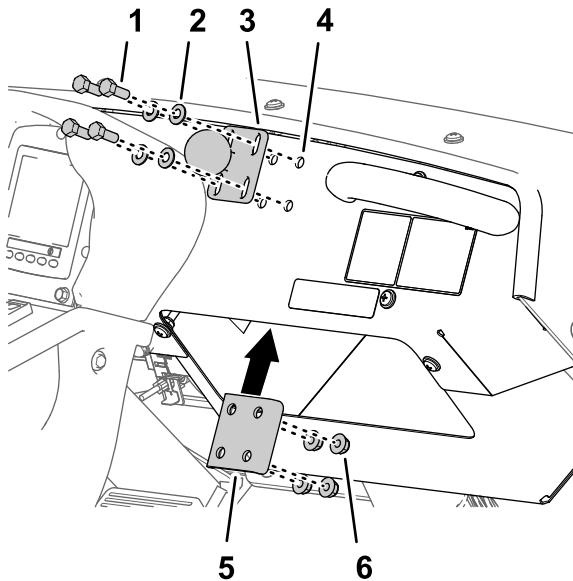

図 130
- 図 130 のように、ダッシュボードにボールピボット用マウントを取り付けるフランジヘッドボルト